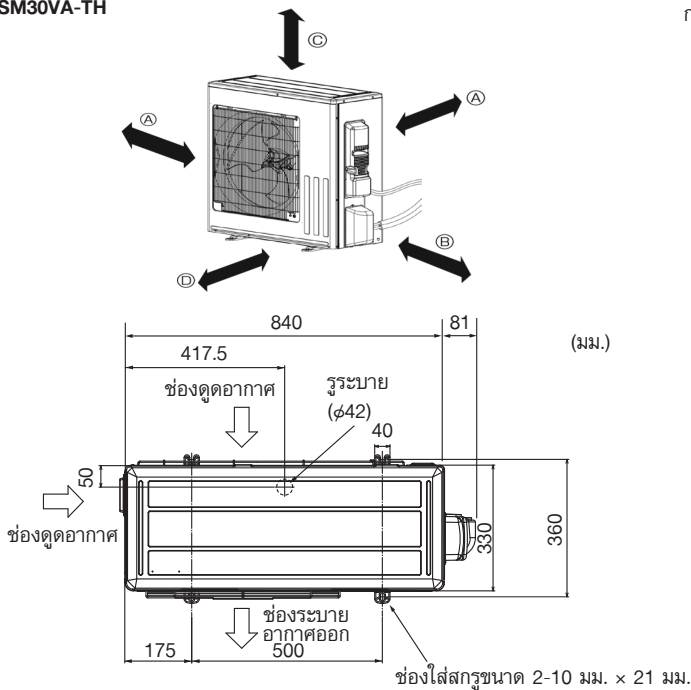

Fig. 3-1
3.1. เครื่องภายนอกอาคาร (Fig. 3-1)